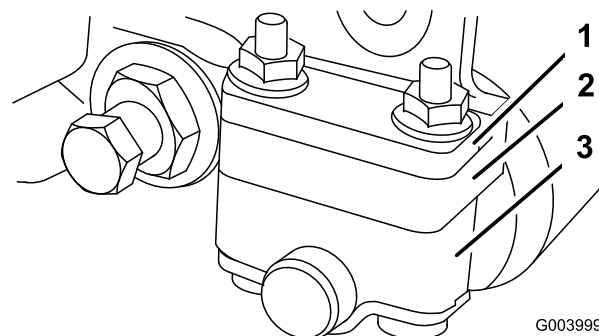
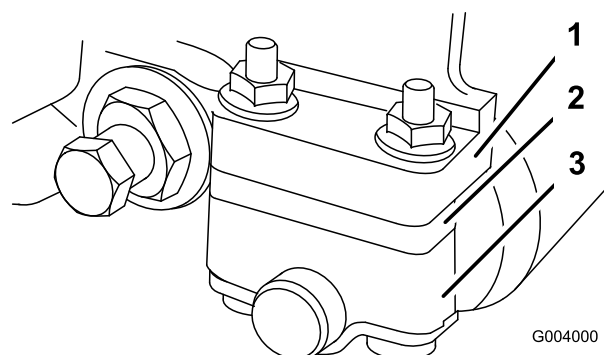

Figura 47
Figura 48
limites de altura de corte desejados (Figura 47 e Figura 48).
- Posicione o distanciador abaixo do flange de montagem da placa lateral se as definições da altura de corte variarem entre 3,2 e 25,4 mm (Figura 48).